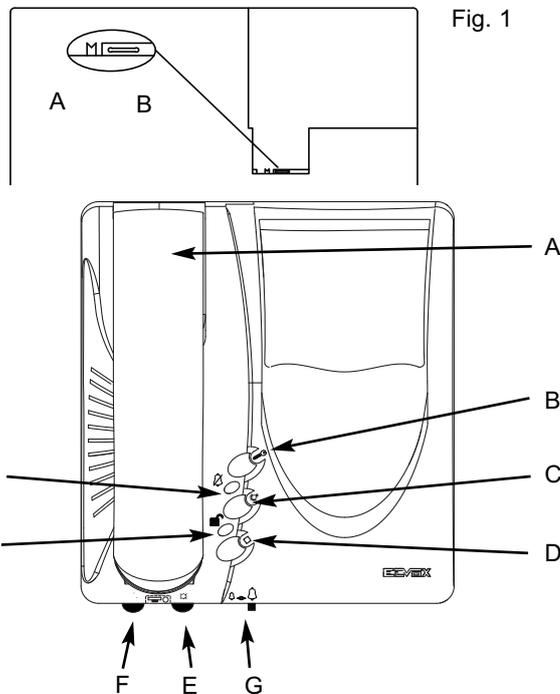

Fig. 1
N.B. Il deviatore sul retro del monitor (Fig. 1 particolare A) dovrà essere posizionato a sinistra per la versione con cavo coassiale, a destra per la versione senza cavo coassiale. Il ponticello presente sul retro del monitor permette di effettuare la funzione VIDEOMOVING nelle targhe predisposte o funzione F2, se tagliato permette invece di effettuare la funzione autoaccensione (Fig. 1 particolare B), vedere programmazione targhe.